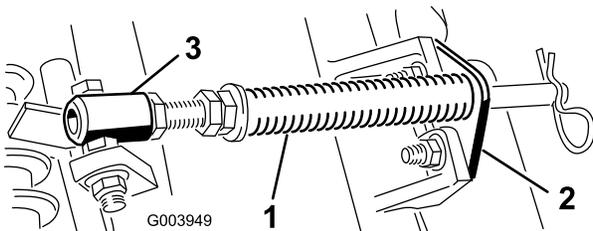

**図 4**
3. カウンタウェイト **図 4** を、決められている側に取り付けるカウンタウェイト・キットの取り付け要領書を参照。